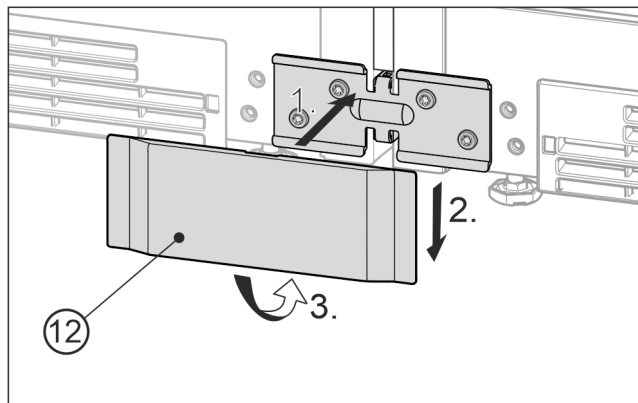

Fig. 25 Zobrazení příkladu
- ▶ Dolní kryt Fig. 25 (12) nasadte zepředu na úhelník Fig. 25 (1), zasuňte dolů Fig. 25 (2) a dole zatlačte do západek Fig. 25 (3).